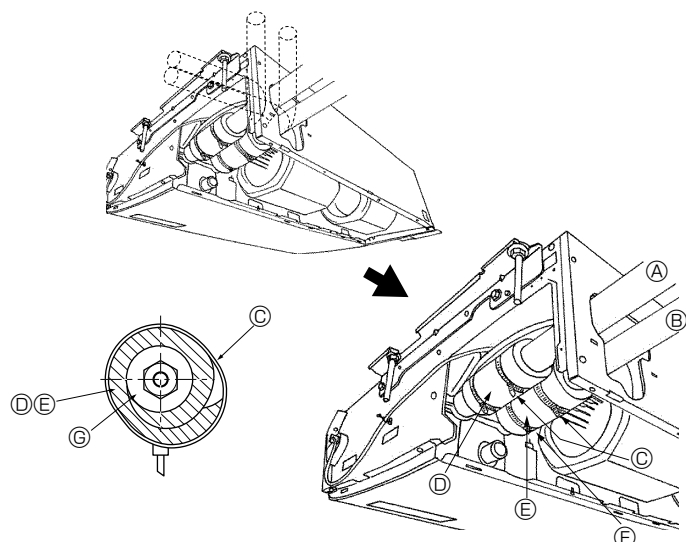

Fig. 4-2
4.2. Unidad interior (Fig. 4-2)